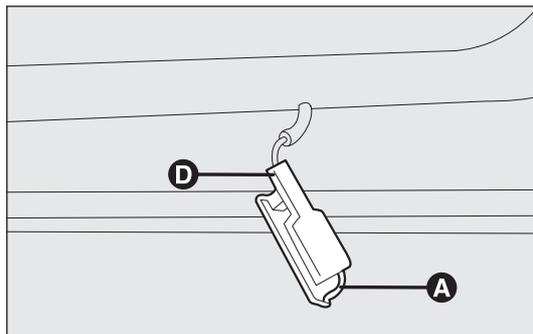

fig. 181
## LUCI POZZANGHERA fig. 181
- estrarre la plafoniera spingendo con un cacciavite sulla molletta A-fig. 181;
- rimontare la plafoniera inserendola prima dal lato D-fig. 181 e quindi premendo sull'altro lato fino ad avvertire lo scatto di blocco della molletta.